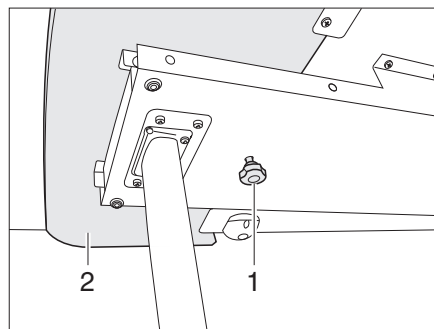
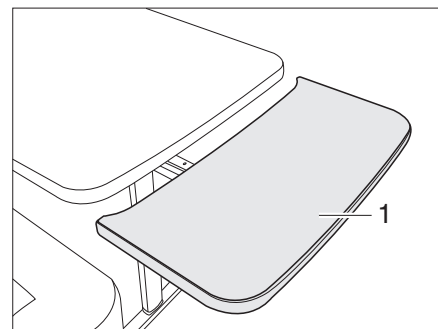

Fig. 93 Bloqueo de la prolongación del tablero de mesa
Fig. 94 Prolongación del tablero de mesa
- Aflojar el tornillo moleteado (Fig. 93,1).
- Extraer la prolongación del tablero de mesa (Fig. 93,2) hasta el tope (Fig. 94).
- Girar la prolongación del tablero de mesa (Fig. 94,1) hacia arriba formando un arco. La prolongación del tablero de mesa tiene contacto a ras con el tablero de la mesa.
- Retirar la prolongación del tablero de mesa (Fig. 94,1) del tablero de la mesa hasta el tope y presionarla hacia abajo venciendo la resistencia de los resortes de retención. La prolongación del tablero de mesa se desplazará hacia abajo formando un arco (Fig. 94).
- Apretar el tornillo moleteado (Fig. 93,1).